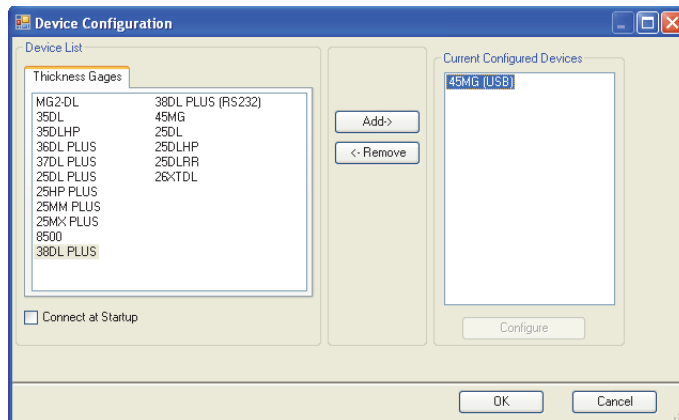

图 11-4 设备配置对话框
- b) 在 **Device Configuration** (设备配置) 对话框中 (参见第 189 页的图 11-4):
- (1) 在 **Device List** (设备列表) 中, 选择 **45MG**, 然后点击 **Add** (添加)。
- (2) 勾选 **Connect at Startup** (启动时连接) 复选框, 以确保 GageView 程序在每次启动时会自动连接 45MG。
- (3) 点击 **OK** (确定)。